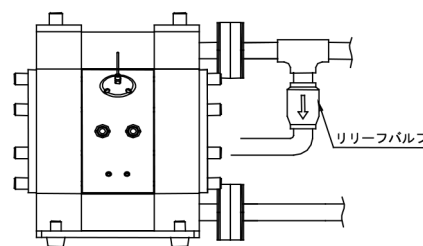

Fig.4.2
- ・ポンプの設置場所の環境によって移送液材の体積変化が大きい場合は、吐出側にリリーフバルブを取り付けて許容圧力値で開放するようにしてください。（Fig.4.2参照）液材の体積変化によりポンプ内圧が許容圧力を超えた場合、破損の原因となります。